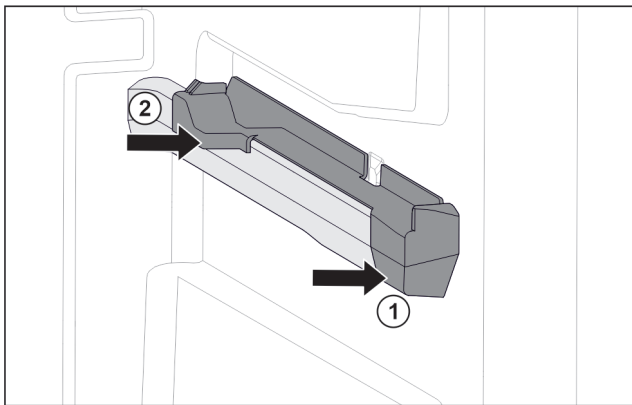

Fig. 94 Nasazovací díl na pravém žebrování na nádobu
- ▶ Nasadte nasazovací díl na žebrování na nádobu. Fig. 94 (1)
- ▶ Přitlačte nasazovací díl k zadní části. Fig. 94 (2)